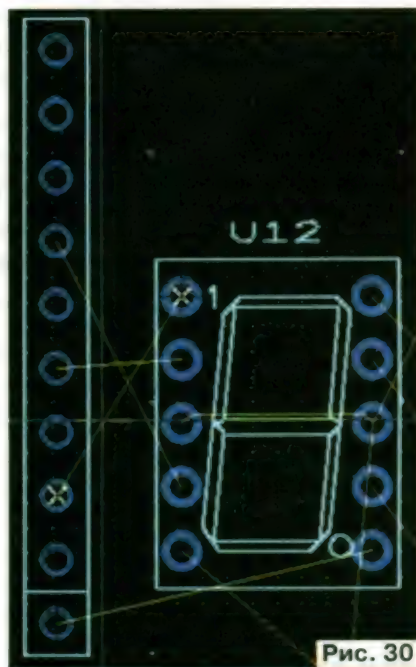

Рис. 30
3. Выбрать линию связи, которую предполагается развести, и проложить трассу. Чтобы выбрать линию связи, необходимо подвести к ней курсор (при этом контактные площадки, которые соединяет эта линия, будут отмечены крестами, как показано на рис. 30) и щёлкнуть по ней левой кнопкой мыши. В результате трасса будет закреплена за курсором, перемещением которого можно выбрать оптимальный маршрут. Необходимо от-